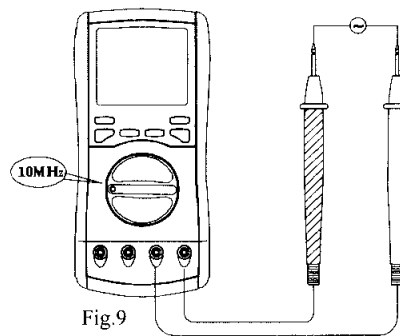

Fig.9
9. Измерение частоты (10 MHz) (Fig.9)